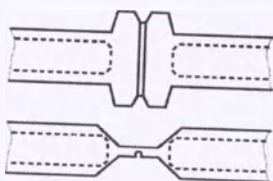

Рис. 2
4. Извлеките магистраль из запайвающей головки и проконтролируйте качество запаянного шва на соответствие рис. 2. Аппарат готов к следующему запайанию.